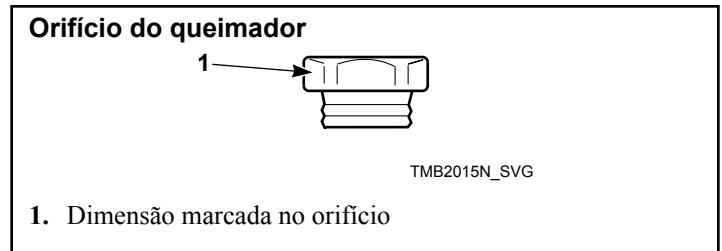

Figura 9
3. Instale o(s) orifício(s) do queimador novo(s) e correto(s). Consulte a *Figura 9* e *Tabela 1*. Aperte cada um com 9 a 10 Nm.
4. Coloque novamente o conjunto do suporte de fixação na válvula de gás, certificando-se que o(s) orifício(s) do queimador se encontram alinhados com a abertura do tubo do queimador. Consulte a *Figura 9*.